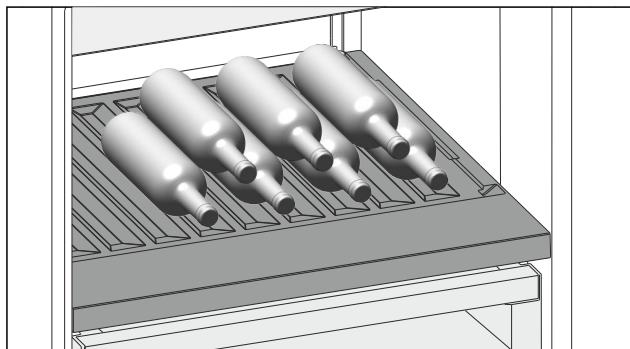

Fig. 108
- ▶ Бутылки укладывайте дном к задней стенке. (см. Fig. 108)